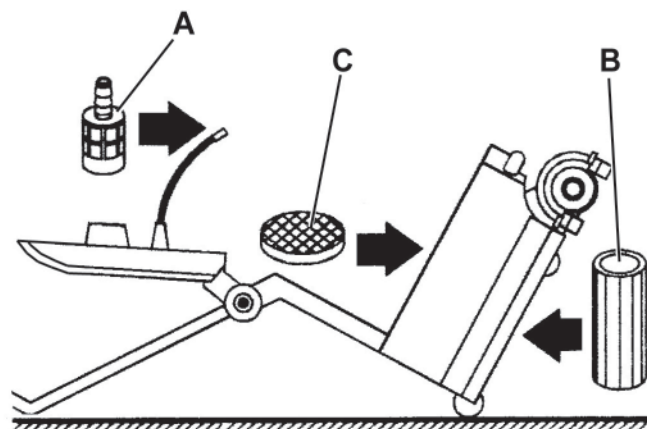

Abbildung 5
1. Den Hauptschalter (2) auf „0“ stellen.
2. Die Bürste und die Saugfüße mithilfe des Pedals (25) anheben.
4. Den Reinigungsmittelbehälter (14) ausleeren und mit Frischwasser spülen.
5. Den Schmutzwasserbehälter (15) ausleeren und mit Frischwasser spülen.
7. Bürste (20) abnehmen und mit Frischwasser reinigen.
9. Den Lösungsfilter (A, Abb. 5) und den Vorfilter (B) kontrollieren. Mit Frischwasser reinigen und bei Beschädigung auswechseln.
10. Den Auslassfilter (C) kontrollieren. Mit Luft reinigen und bei Verstopfung auswechseln.